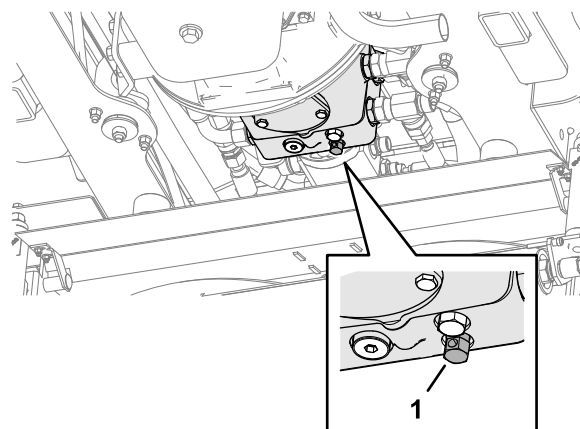

Рисунок 43
- Сбросьте давление в рабочей гидравлической тормозной системе, повернув перепускной клапан, расположенный под насосом трансмиссии, против часовой стрелки максимум на 3 оборота (Рисунок 43).